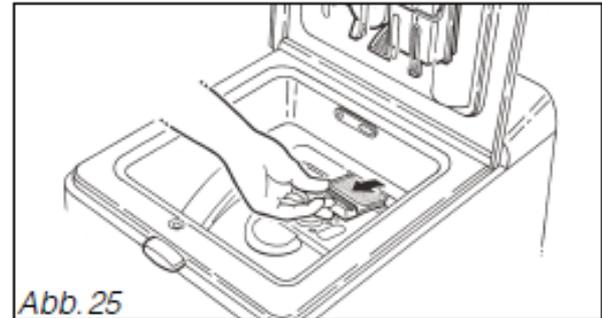

Abb. 25
- den Filter nach hinten ziehen, um ihn aus seiner Halterung zu entfernen (Abb. 25).